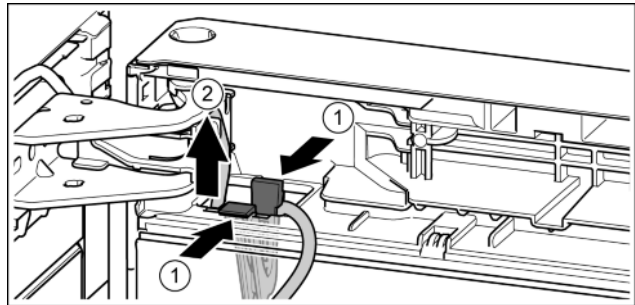

Fig. 23
- ▶ Zatlačte na lamelu. Fig. 23 (1)
- ▶ Vytáhněte držák kabelu s kabelem, který je na něm upevněný. Fig. 23 (2)